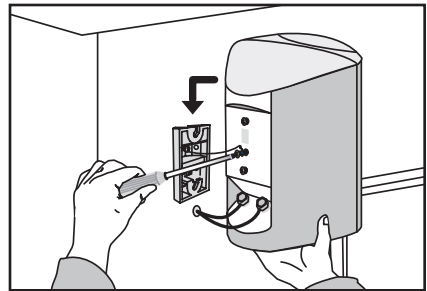

Figure 4. Montage de l'enceinte sur le support.
3. Apportez l'enceinte sur le support et raccordez les câbles, tel que décrit dans ce manuel. Fixez la courroie de sécurité sur l'enceinte à l'aide du trou du milieu (figure 4). Montez l'enceinte sur le support à l'aide d'un mouvement « intérieur et vers le bas ».